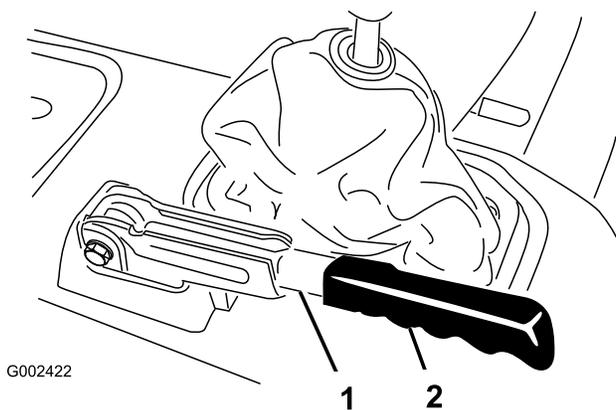

Figura 73
- Retire a pega de borracha da alavanca do travão de mão (Figura 73)